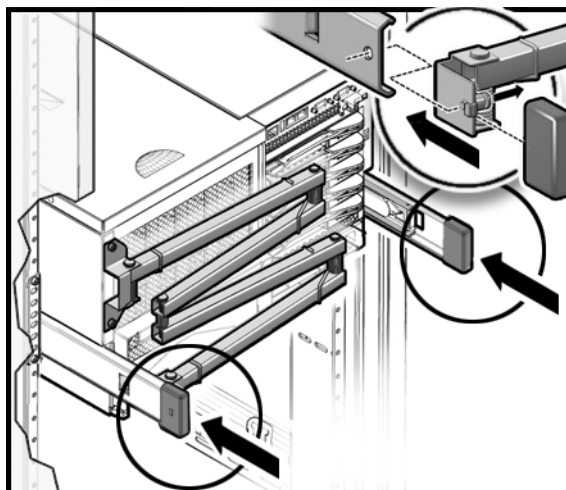

图 2-10 Sun SPARC Enterprise M4000 滑轨上的端帽
- 对于 Sun Sun SPARC Enterprise M4000 服务器, 需要在左后滑轨和右后滑轨上各安装一个端帽 (图 2-10)。